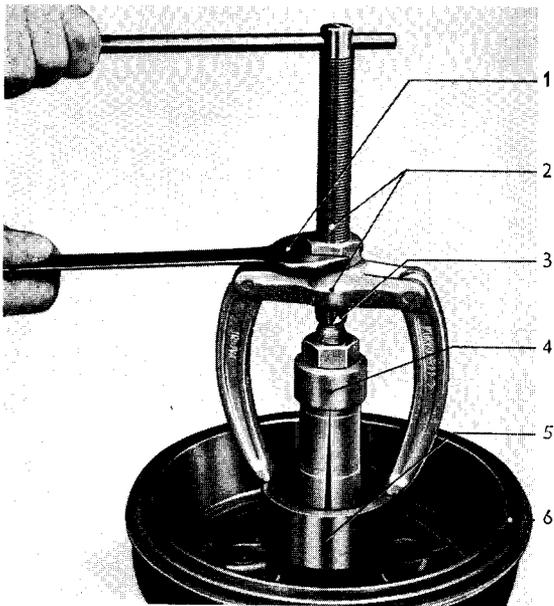

Bild 26 – Dichtring und äußeren Laufring des inneren Radlagers aus Vorderradnabe herausziehen
2. Dichtring (25/2) und äußeren Laufring (25/5) des inneren Radlagers in einem Arbeitsgang mit Einpreß- und Ausziehuntersatz (26/5) in Verbindung mit einem Kukko-Innenauszieher (26/4) und einer Kukko-Gegenstütze (26/2) aus Radnabe herausziehen (Bild 26), Kugelkäfig abnehmen.